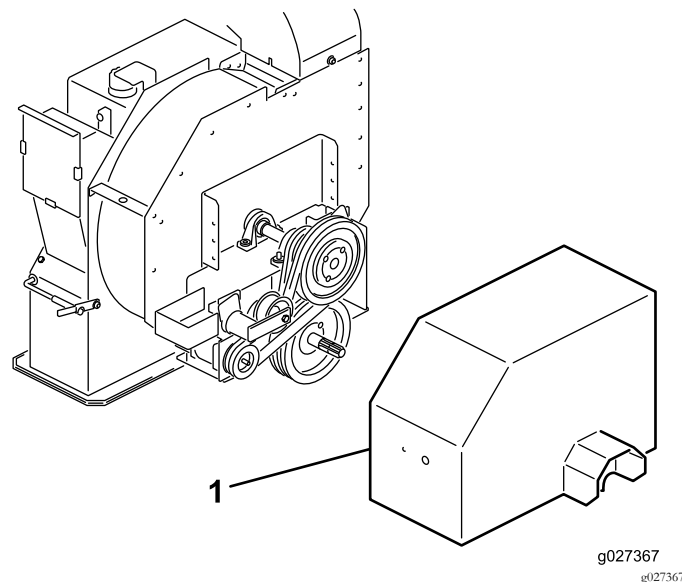

图13
1. 从皮带轮总成上卸下驱动护罩图13。
1. 卸下将驱动护罩固定至叶轮壳体的螺栓和螺母 图13 然后取下护罩。
2. 在机架的背面旋松将皮带张紧器固定到机架的螺栓 图13。